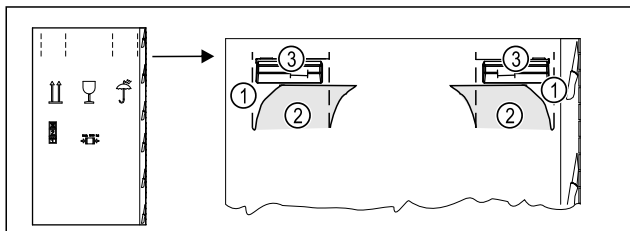

Fig. 5
- ▶ Apăsați în interior cartonul de ambalare sus la perforație Fig. 5 (1).
- ▶ Extrageți lamelele apăsate în interior Fig. 5 (2).
- ▶ Mânerul de transport Fig. 5 (3) dreapta și stânga este vizibil.
- ▶ Țineți aparatul de mânerul de transport Fig. 5 (3).